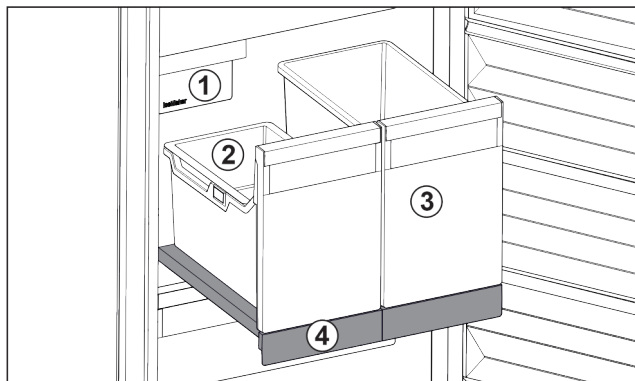

Fig. 190 Izvlačna ploča s IceTower
Na izvlačnoj ploči se nalaze dva visoka spremnika (IceTower). U spremniku se skupljaju i spremaju Fig. 190 (2) kockice leda iz IceMaker. Spremnik Fig. 190 (3) je prikladan za čuvanje visokih namirnica kao što su pizza ili alkoholna pića.